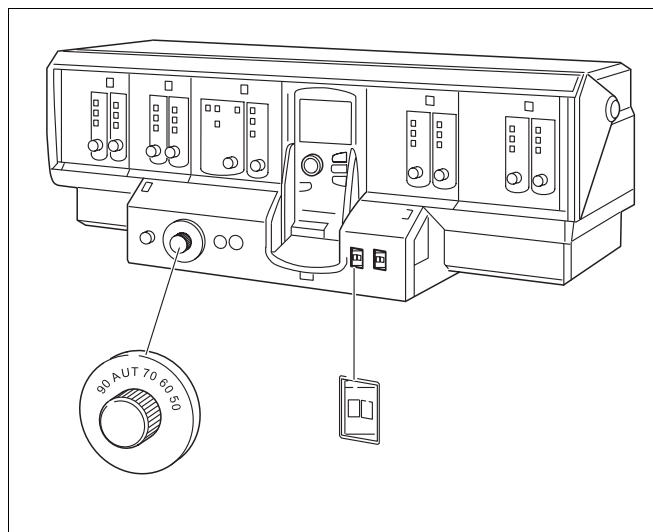

Fig. 1 Equipo de regulación, p. ej. Logamatic 4311
- Coloque el interruptor (Fig. 1, Pos. 1) en posición „I“ (ON).
- Ajuste el termostato de trabajo de caldera (Fig. 1, Pos. 2) a AUT u 80 °C. En caso de regulación constante, ajústelo a la temperatura deseada, p. ej. en caso de calefacción a gas, mín. 60 °C y en caso de calefacción a gasóleo C, mín. 50 °C.
- Coloque el interruptor de servicio (Fig. 1, Pos.1) en posición „0“ (OFF).